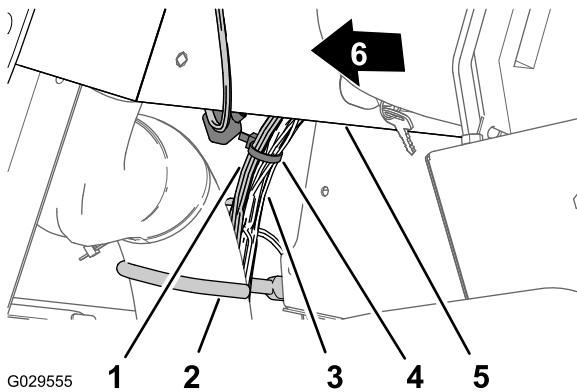

图 17
5. 紧挨着电缆和软管钩用扎带将 240cm 仪表板支管固定在机器线束上 **图 17**。